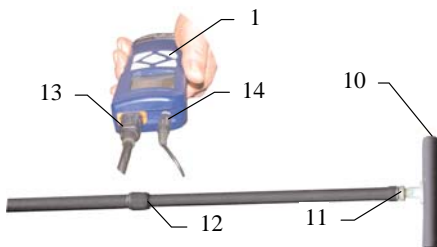

Рис.5
Для приведения электромагнитного датчика из транспортного в рабочее положение следует ослабить стопорную гайку поз. 12 рис. 5, раздвинуть штангу до требуемого размера и зафиксировать стопорной гайкой. Ослабить фиксирующую гайку поз. 11 рис. 5 и установить электромагнитную антенну поз. 10 датчика в положение 1 или 2 (рис. 2) в зависимости от метода, используемого в трассопоиске. Положение 1 - поиск по методу минимума (транспортное положение), Положение 2 (рис.5) - поиск по методу максимума.
Подключить к разъемам приемника АП-015 электромагнитный датчик поз. 13 рис.5 и головные телефоны поз. 14 рис.5 (если необходимо). Включить прибор нажатием кнопки "1" поз.1 рис.5. При этом приемник автоматически входит в режим трассопоиска TP и, соответственно, отображать на индикаторе "1". Надпись "HOLD" в верхней части индикатора свидетельствует о том, что измерения не производятся и отображаются установки из предыдущего сеанса.
1) Подключить к разъемам приемника АП-015 электромагнитный датчик поз.13 рис.5 и головные телефоны поз. 14 рис.5 (если необходимо). Включить прибор нажатием кнопки "  " поз.1 рис.5. Провести настройки приемника (см.п. 3.2).
1) Подключить к разъемам приемника АР-015 электромагнитный датчик поз. 13 рис.5 и головные телефоны поз. 14 рис.5 (если необходимо). Включить прибор нажатием кнопки "I" поз.1 рис.2. Провести настройки приемника (см.п. 3.2).